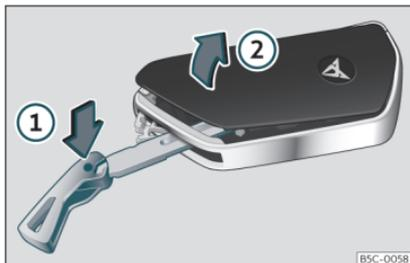

Fig. 68 Clé du véhicule : ouvrir le cache du logement de la pile.
- Introduisez le panneton dans la rainure >>> **fig. 68**, appuyez dessus dans le sens de la flèche ① et détachez le cache en faisant levier ②.